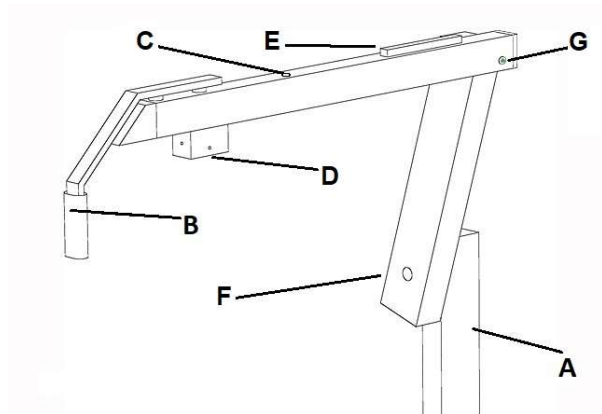

Abbildung 10: Physiologisch neigbarer Phoropterarm
- physiologisch neigbaren Phoro-pterarm (Abbildung 10)